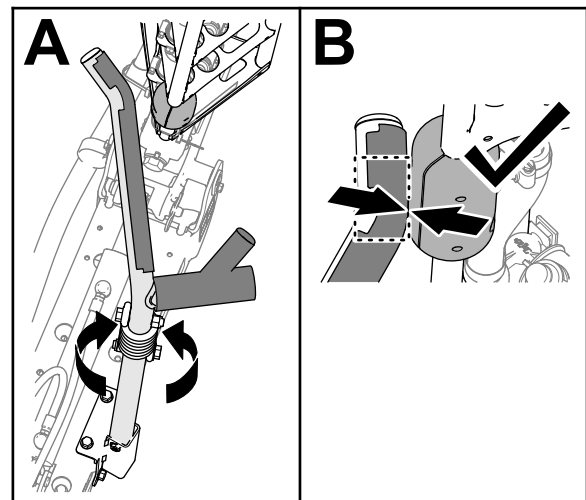

Figura 117
4. Rode o conjunto da cavidade até a dobra na cavidade do tubo alinhar com o bloco de deslizamento na parte superior do tubo da rampa exterior (Figura 117)
**Nota:** Os blocos devem tocar na cavidade na dobra do tubo da cavidade superior (Figura 117).